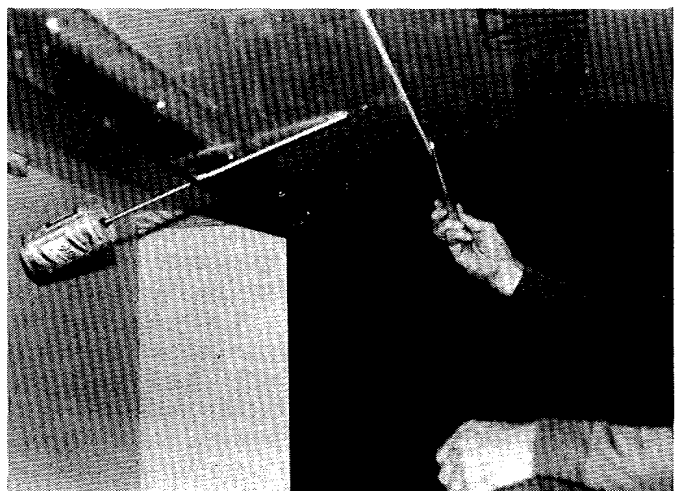

Figure 6 Essais à la fumée pour visualiser les déplacements de l'air et régler les prises d'air.
**CONTREPOIDS** Les contrepoids doivent être fabriqués avec un matériau lourd comme du béton, des barres d'acier, etc. La longueur des bras des contrepoids des figures 2 et 3 est basée sur deux poids de 0,85 kg pour des volets de 2440 mm de longueur, placés à 600 mm de chaque extrémité. Nous avons utilisé des cannettes de bière en aluminium remplies de béton après que le couvercle ait été retiré (figure 6). D'autres utilisateurs (figure 1) se sont servis de tubes en carton ciré, également remplis de béton. Les cannettes de boissons gazeuses (280 ml) sont légèrement trop petites et nécessiteraient des bras plus longs et donc plus d'espace pour pivoter librement.
Les essais à la fumée (figure 6) permettent de voir si le courant d'air frais est bien uniforme et se déplace comme prévu.